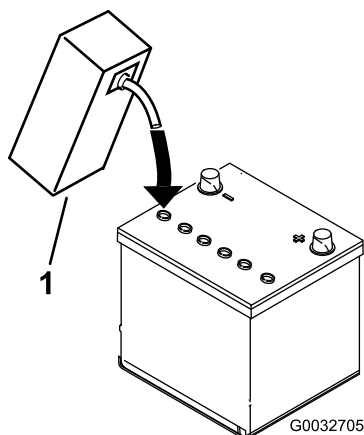

Figura 7
de aproximadamente 6 mm ($\frac{1}{4}$ ") de fluido (Figura 7).
4. Espere aproximadamente 20–30 minutos para que el electrolito penetre en las placas. Llene si es necesario para que el electrolito llegue a una distancia de aproximadamente 6 mm ($\frac{1}{4}$ ") del fondo del hueco de llenado (Figura 7).